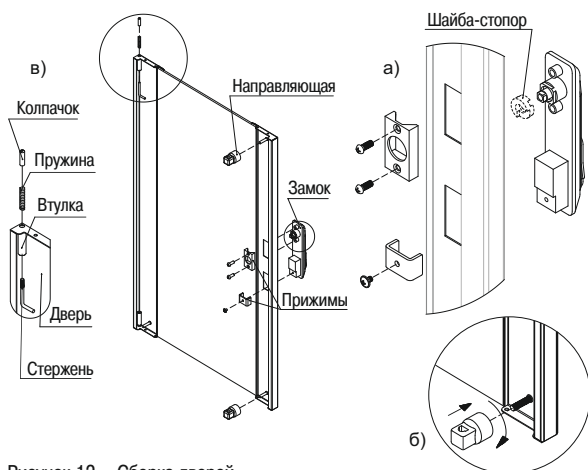

Рисунок 12 – Сборка дверей
3.4.1 Извлеките из второго места стеклянную или перфорированную дверь, в зависимости от комплектации. Вставьте замок в посадочные квадратные отверстия, закрепите замок прижимами (рисунок 12 а), направляющие наведите на шпильки (рисунок 12 б).
3.4.2 Для сборки петли сначала вставьте пружину во втулку, пропустите во втулку стержень и заверните колпачок (рисунок 12 в).